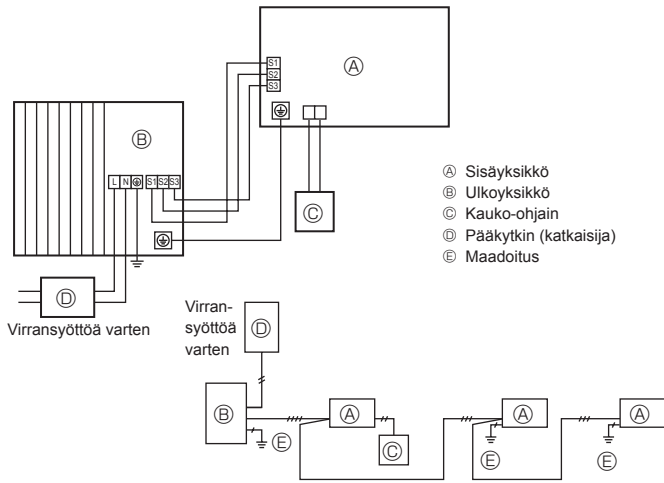
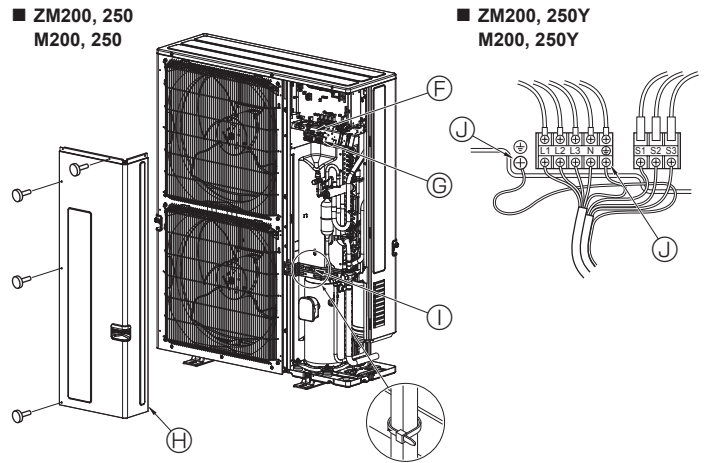

Fig. 6-1
Fig. 6-2
6.1. Ulkoyksikkö (Fig. 6-1, Fig. 6-2)
- ① Irrota huoltopaneeli.
- ② Johdota kaapelit Fig. 6-1 ja 6-2 mukaisesti.